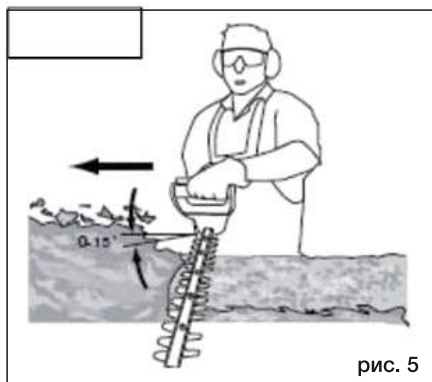

рис. 5
5. Обрезав боковые стороны, приступайте к верху. Старайтесь держать режущее устройство под углом примерно  $15^\circ$  к режущей поверхности. (рис. 5).